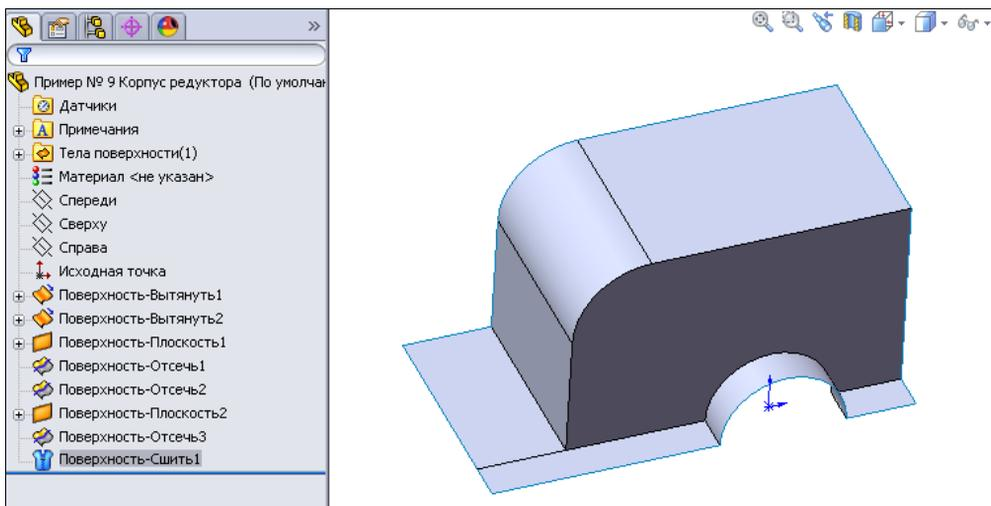

Рис. 2.109
18. Закончим сшивание поверхностей, нажав кнопку **ОК** . В результате из четырех поверхностей получится одна поверхность, которая в Дереве Конструирования будет обозначена как элемент **Поверхность-Сшить1**, при этом внешний вид сшитых поверхностей не изменится (рис. 2.109).